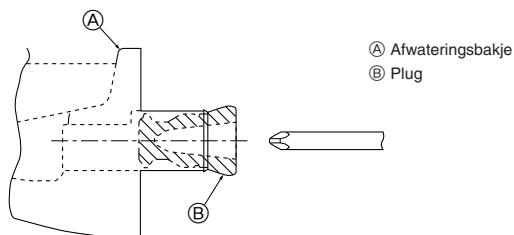

Fig. 5-1
- Als u de leidingen aan de linkerkant aansluit, moet u ervoor zorgen dat u de rubber plug in de rechter afvoeropening steekt. (Fig. 5-1)